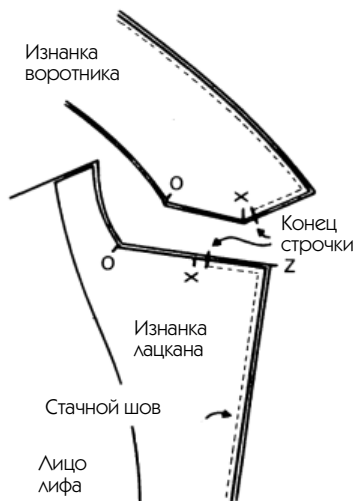

Рис. 184
— Шов, соединяющий две части воротника, должен остановиться за 0,5 см до точки X (см. рис. 184). Однако во время утюжки законченного борта нужно продолжить сгиб до конца (то же и для лацкана).
Как видно на рис. 184, две части лацкана соединяются как воротник. Но если вам пришлось изменить лекало воротника, то настало время скорректировать подборт лацкана (см. ниже).
7. Положите подборт лицом к лицу на лиф и прострочите, начиная от нижнего среза, остановившись за 0,5 см от точки Х. См. рис. 184.
10. При необходимости закройте вручную незаметным образом маленькие пространства, оставшиеся открытыми рядом с точками Х (взгляните еще раз на рис. 184).